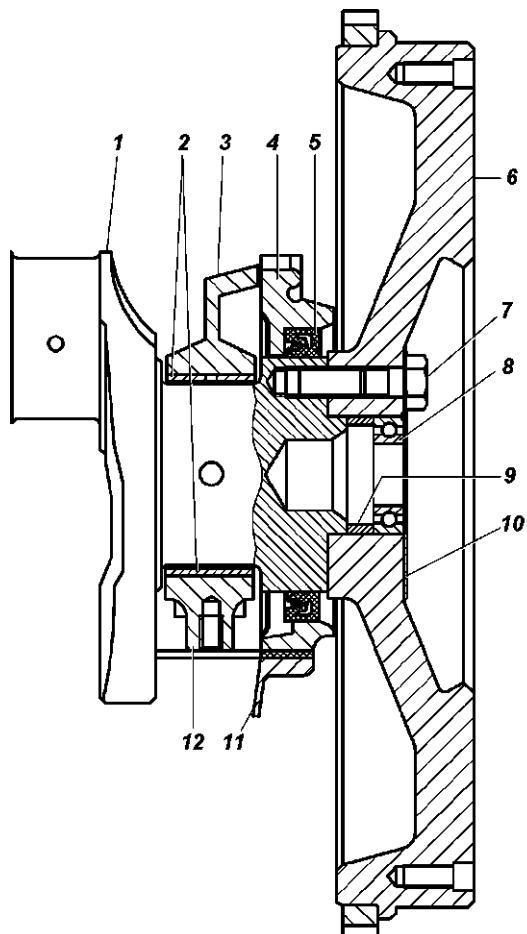

Рис. 4.32. Задний конец коленчатого вала:
- снимите задний сальникодержатель 4 (рис. 4.32);
- снимите крышки коренных подшипников (рис. 4.32, 4.33, 4.34) коленчатого вала вместе с вкладышами и упорными полушайбами, проверив правильность меток на крышках;